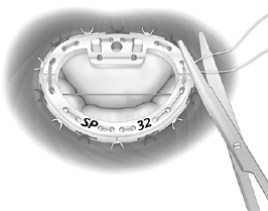

図 6
- 3) すべての縫合糸をバンドの周囲でしっかりと結紮し、断端を短く切除処理する(図 6)。
- 4) すべての縫合糸をバンドの周囲でしっかりと結紮し、断端を短く切除処理する(図 6)。